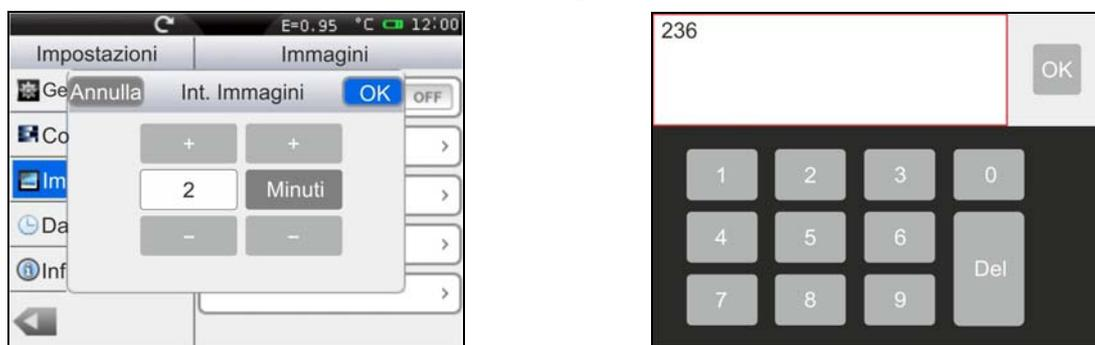

Fig. 18: Impostazione tempo di salvataggio immagini
2. Toccare i tasti “+” o “-” per definire sia il valore numerico del tempo con risoluzione 1 unità sia la scelta di “Ore”, “Minuti” o “Secondi”. Toccando il campo del valore numerico lo strumento apre automaticamente una tastiera virtuale (vedere Fig. 18 – Parte destra) in cui è possibile digitare velocemente qualsiasi valore. Confermare con “OK” sulla tastiera il valore desiderato